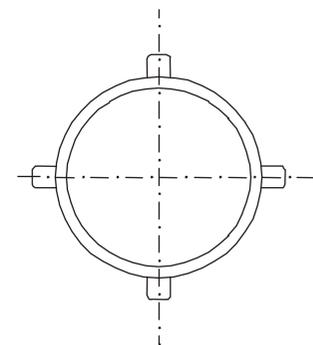

Abb. 4
- 3.3. Überprüfung, ob die Messkapsel in ihre vorgesehene Anschlusschnittstelle hineinpasst: Kennzeichnung = **IST**. Sicherstellen, dass es sich tatsächlich um einen Koax-Anschluss (Einrohranschlussstück) und einen Messeinsatz mit 4 Nocken handelt (siehe Abb. 4).